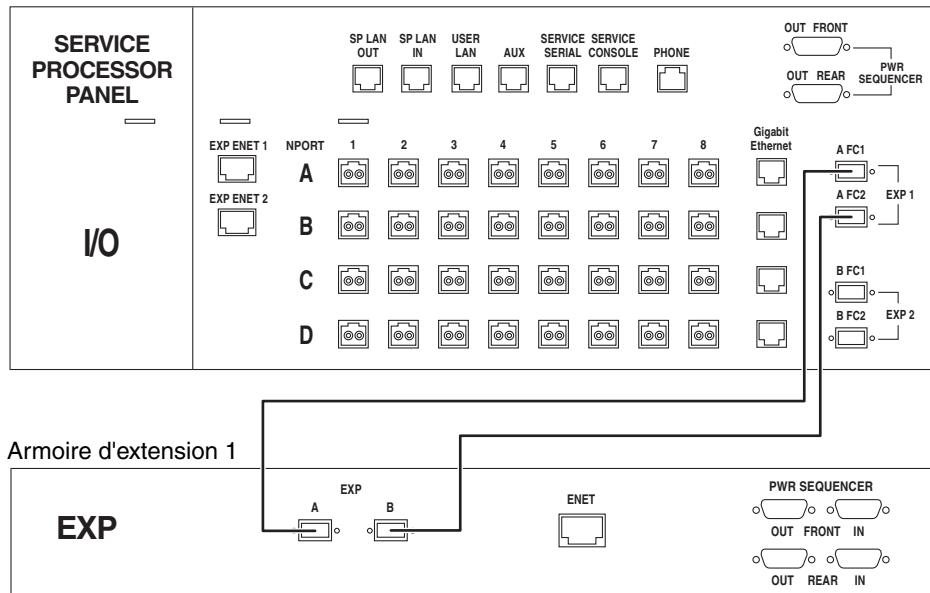

FIGURE 3 Câblage FC entre un nouveau panneau du processeur de service de l'armoire de base 0 et de l'armoire d'extension 1
Connectez les câbles Fibre Channel (FC) redondants (numéro de référence 537-1060-01) comme suit (voir FIGURE 3) :